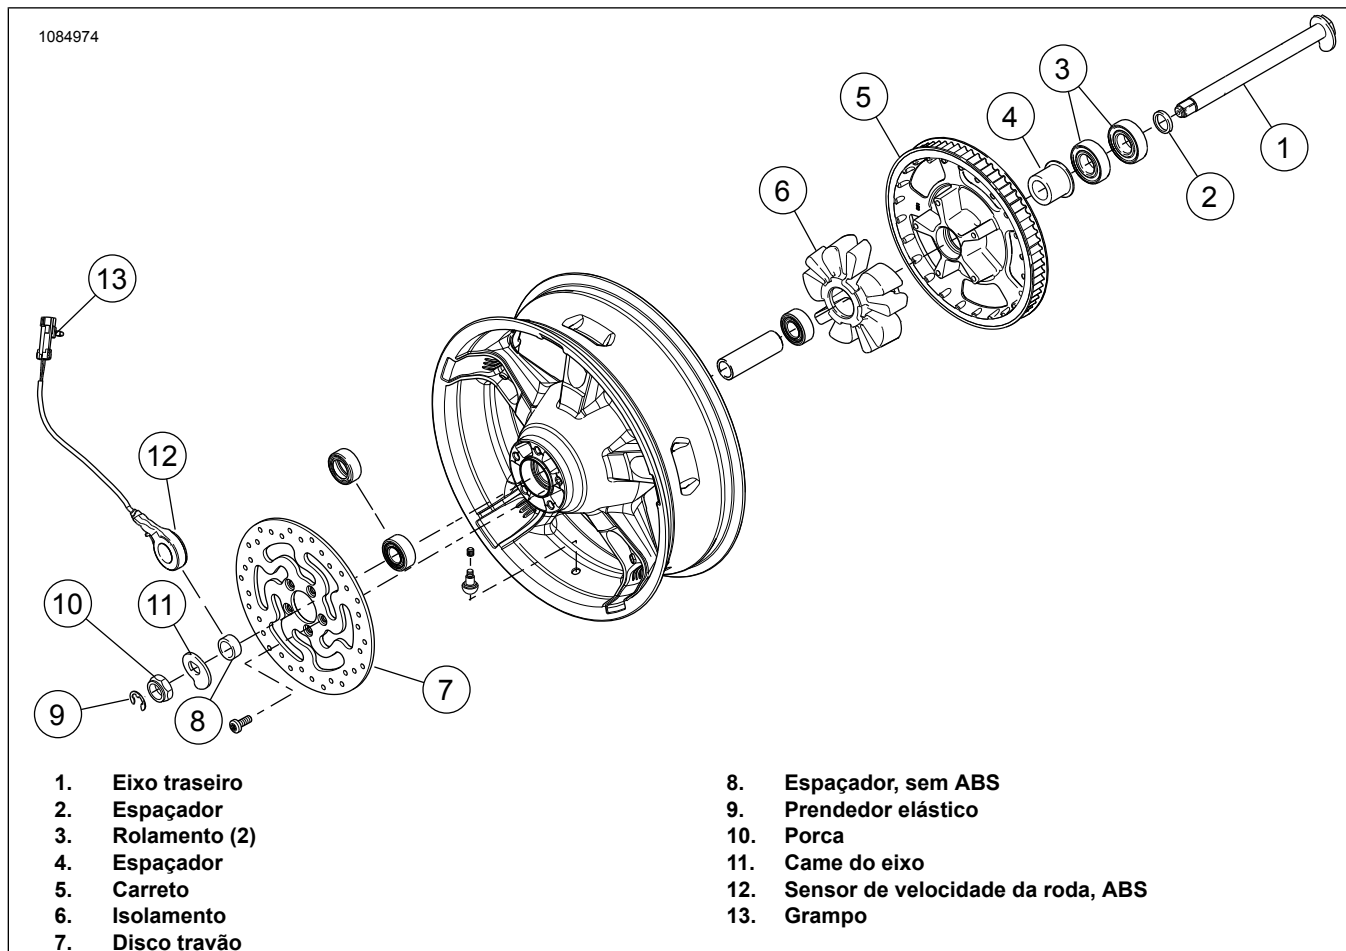

Figura 5. Peças da Roda Traseira para Reutilização
3. Ver a Figura 5. Retirar e desmontar o conjunto da roda traseira existente. Veja o manual de serviço.